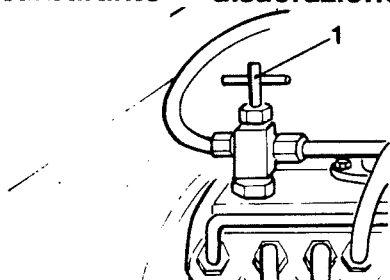

Fig. 34 Spurgo del impianto
4 Serrare la vite di sfiato (1), fig. 34.